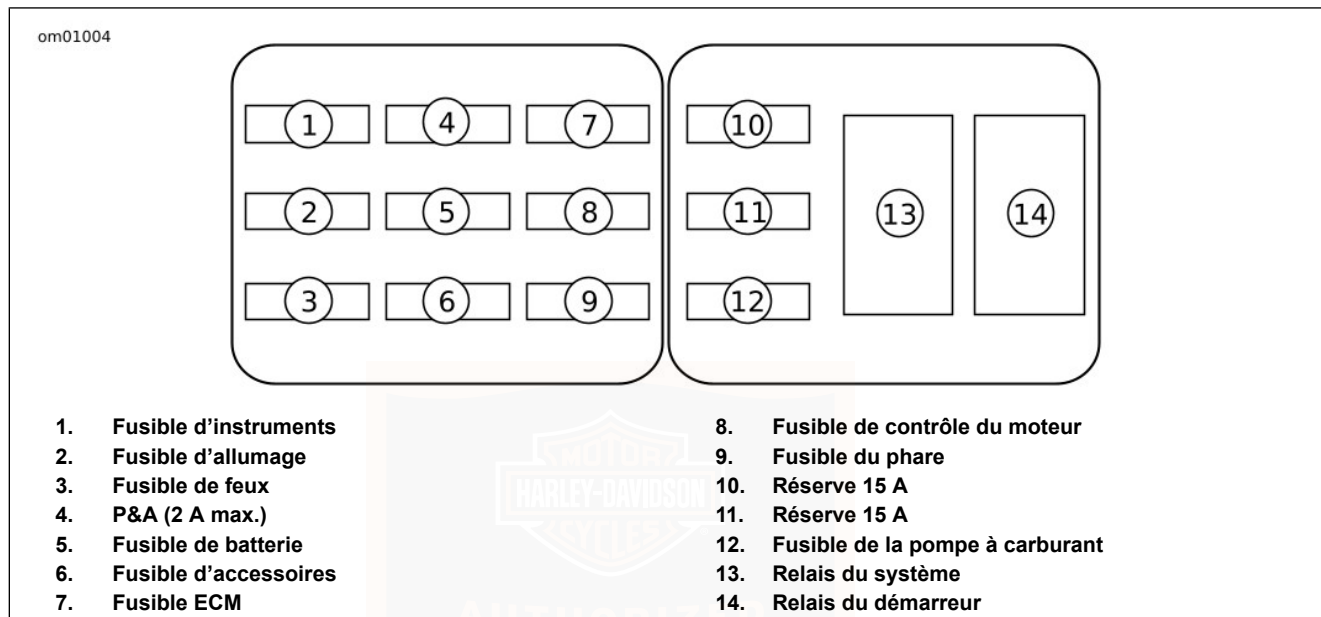

Figure 59. Panneau de relais/fusibles (vue d'en haut)
4. Voir la Figure 59. Remplacer le fusible qui semble causer la panne.